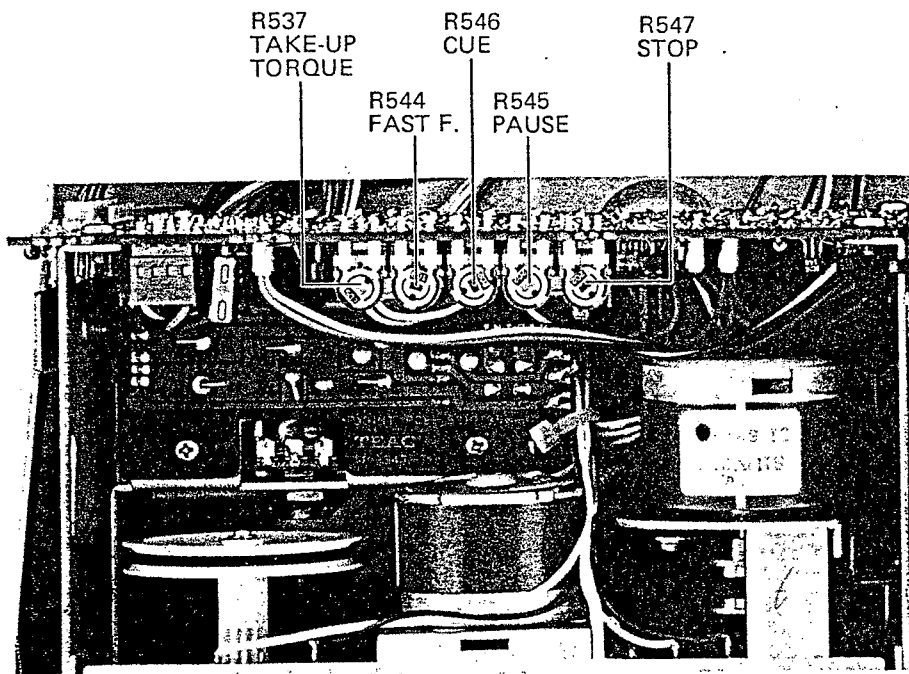

Fig. 5-3
1. With the deck in STOP mode, adjust the trim pot R547 (Fig. 5-3) so that the head base comes to the lowest position.
1. ストップ・モード時に、ヘッド・ベースが最も下方にくるように半固定抵抗 R547 (図5-3) を調整する。
- Run the deck in the F.F. (fast forward) or REW (rewind) mode and adjust the trim pot R544 (Fig. 5-3) so that the following two conditions are obtained.
Make sure cue signal is developed when the FF or REW button is pushed with the PAUSE mode set. If the cue signal is not developed or the level is excessively low, adjust the trim pot R546 (Fig. 5-3).
- F.F. (早送り) または RWD (早巻戻し) モード中に下記の状態が得られるように半固定抵抗 R544 (図 5-3) を調整する。
ポーズ・モードにして FF ボタンまたは REW ボタンを押した時にキュー信号が出るかどうか確認する。キュー信号が出ないかまたは信号レベルが極端に低い場合は、半固定抵抗 R546 (図 5-3) を調整する。
2. If the take-up torque is out of the limits, adjust the trim pot R537 (refer to Fig. 5-3).
2. もしテイクアップ・トルクが規定値から外れている場合は、半固定抵抗 R537 (図5-3参照) を調整する。